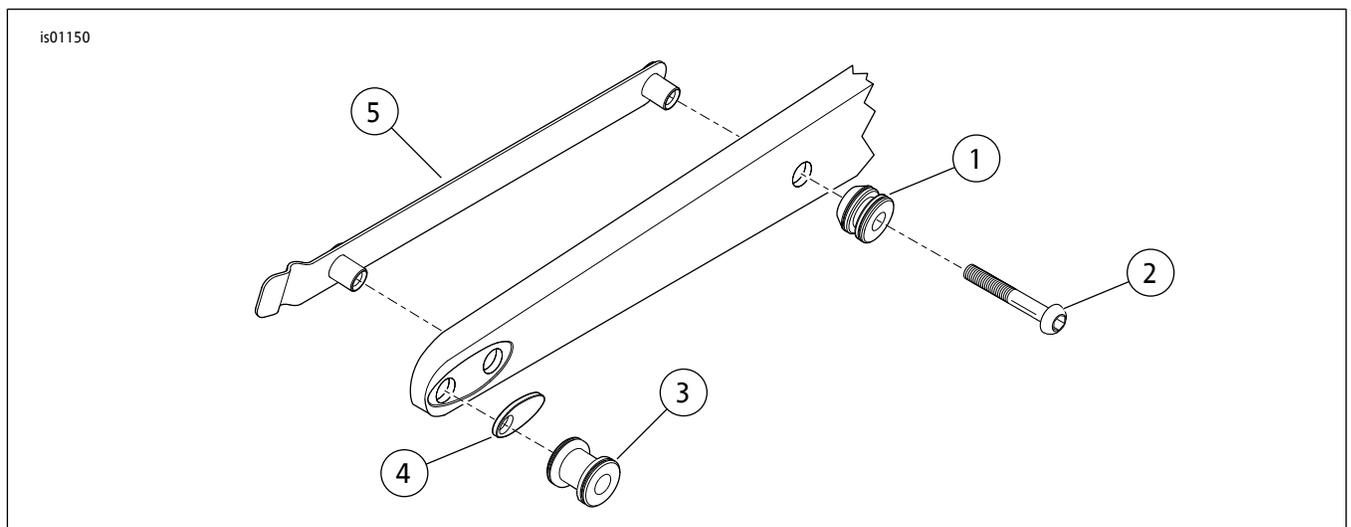

图1。维修零件：FXD和FXDL对接五金套件
参见图1和表1。
2. 参见图1。拆下原厂挡板支架。将套件( 5 )中的新后挡板安装架放置到位。